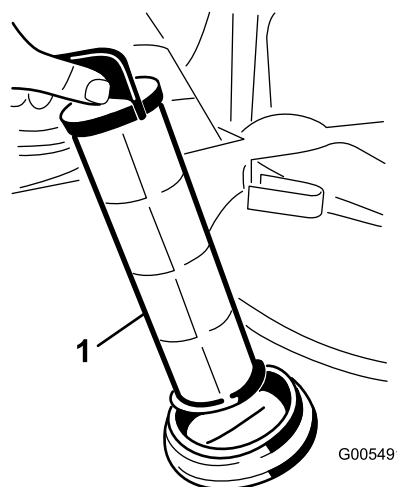

Figura 62
4. Retire el filtro de aspiración del orificio (Figura 62).